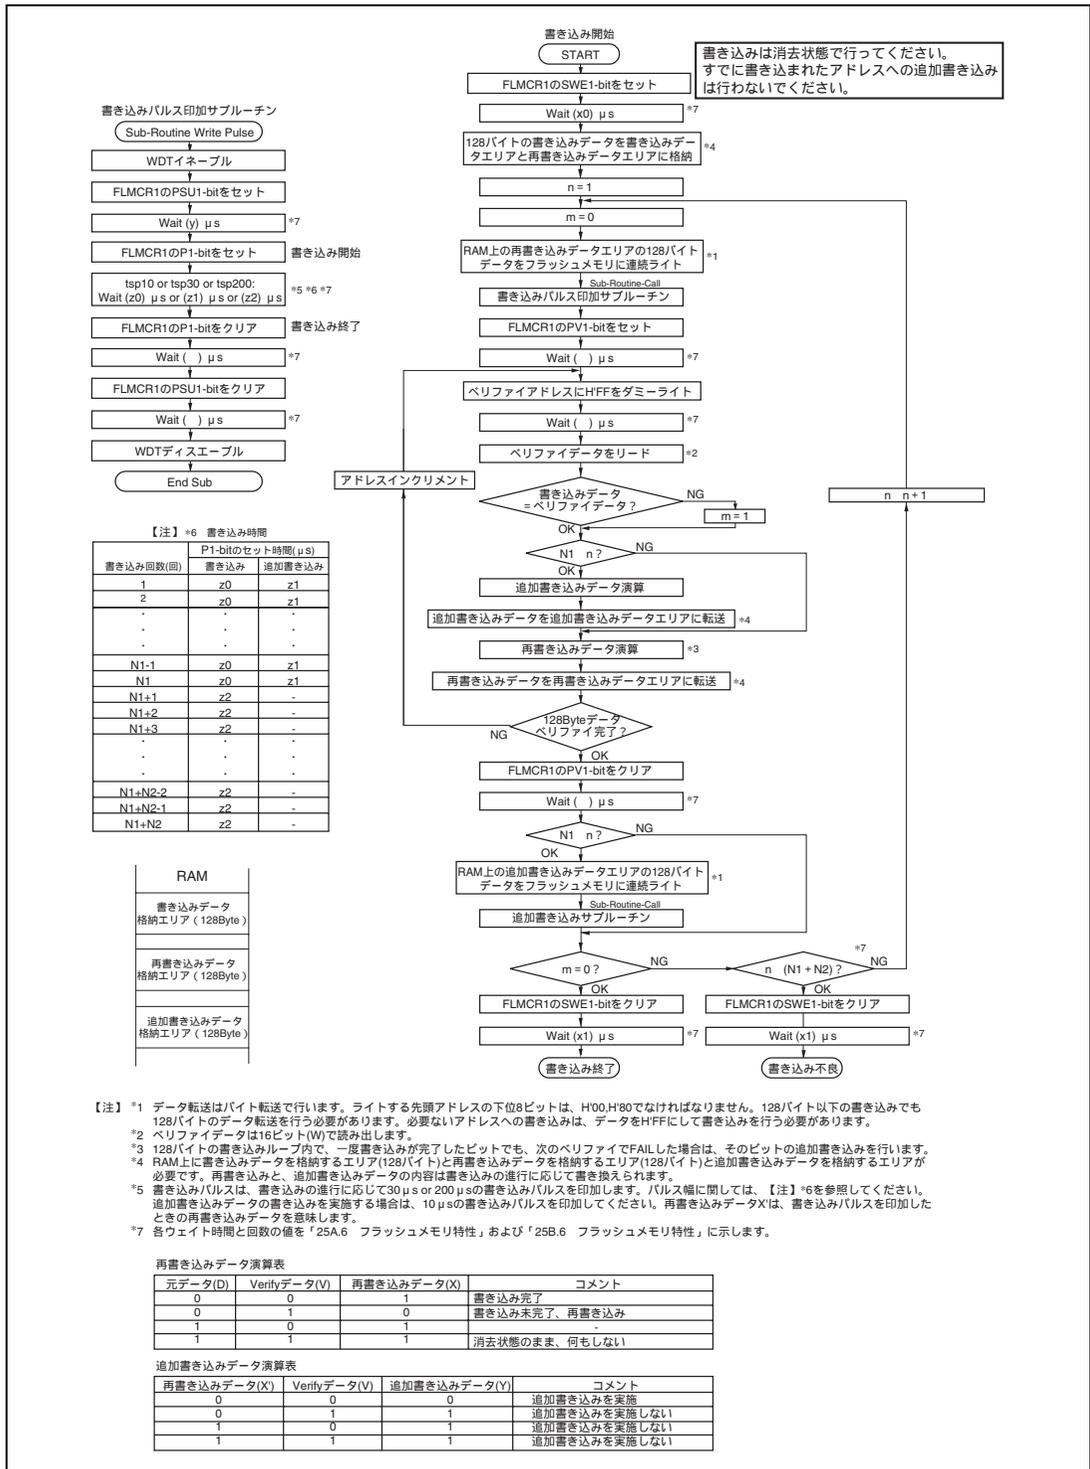

図 22.13 プログラム/プログラムペリファイフロー
フラッシュメモリへのデータ/プログラムの書き込みを行う場合は、図 22.13 に示すプログラム/プログラムベリファイフローチャートに従って行ってください。このフローチャートに沿って書き込み動作を行えば、デバイスへの電圧ストレスやプログラムデータの信頼性を損なうことなく、フラッシュメモリへデータ/プログラムの書き込みを行うことができます。また、1 回の書き込みは、128 バイト単位で行ってください。
次にプログラムの暴走等により過剰時間書き込みを行わないようにするために、ウォッチドッグタイマを設定します。WDT のオーバフロー周期は (y+z2+) ms より大きくしてください。その後、FLMCRI の PSU1 ビットをセットすることで、プログラムモードへの準備 (プログラムセットアップ) を行います。その後、(y) μ s 以上の時間が経過してから、FLMCRI の P1 ビットをセットすることで、動作モードはプログラムモードへ遷移します。P1 ビットがセットされている時間がフラッシュメモリの書き込み時間となります。書き込み時間は、図 22.13 の中の表に従ってください。
一定の書き込み時間経過後、FLMCRI の P1 ビットクリアします。その後、() μ s 以上の時間が経過してから PSU1 ビットクリアすることでプログラムモードを解除します。プログラムモード解除の後には、() μ s 以上の時間が経過してからウォッチドッグタイマを解除します。その後 FLMCRI の PV1 ビットをセットすることで、動作モードはプログラムベリファイモードへ遷移します。プログラムベリファイモードでは、リードする前にリードするアドレスにデータ H'FF をダミーライトしてください。ダミーライトは () μ s 以上の時間が経過してから行ってください。この状態でフラッシュメモリをリード (ベリファイデータは 16 ビットで読み出す) するとラッチしたアドレスのデータが読み出されます。このリード動作は、ダミーライト後、() μ s 以上置いてから行ってください。次に書き込んだ元データとベリファイデータを比較し、再書き込みデータを演算 (図 22.13 参照) し、RAM に転送します。128 バイト分のデータのベリファイが完了後、プログラムベリファイモードを解除し、() μ s 以上の待機時間を置いて、FLMCRI の SWE1 ビットをクリアしてください。再度書き込みが必要な場合は、再度プログラムモードに設定し、同様にプログラム/プログラムベリファイシーケンスを繰り返してください。プログラム/プログラムベリファイフローの繰り返しの最大値は、最大書き込み回数 (N1+N2) で表されます。ただし、同一ビットに対するプログラム/プログラムベリファイシーケンスの繰り返しは、(N1+N2) 回を超えないようにしてください。
- (3) ベリファイデータは、ワード単位で読み出します。
- (4) FLMCR1のPIビットがセットされている期間、書き込みパルスが印加されてフラッシュメモリへの書き込みが実施されます。本LSIでは、デバイスへの電圧ストレスや書き込むデータの信頼性を損なうことがないように、プログラム/プログラムベリファイフローの過程で次のように書き込みパルスを印加してください。
- (5) FLMCR1のPIビットをセットする期間(書き込みパルス側)は、プログラム/プログラムベリファイフローの過程で次のように切り替えてください。ウェイト時間の詳細仕様は、「25A.6 フラッシュメモリ特性」、「25B.6 フラッシュメモリ特性」を参照してください。
- (6) 本LSIのプログラム/プログラムベリファイのフローチャートを図22.13に示します。上記の注意点を網羅するためには、再書き込み処理を実施するビット、追加書き込み処理を実施するビットは下記の演算によって決定する必要があります。